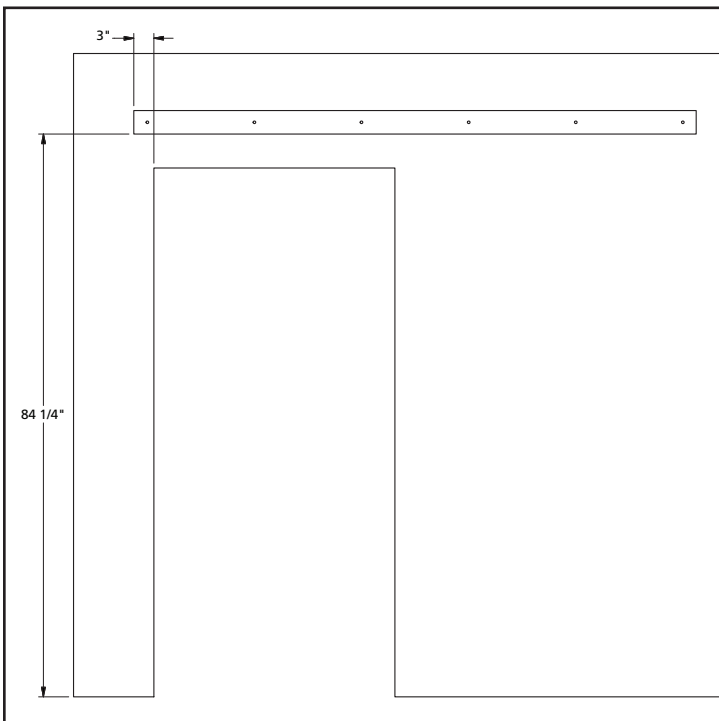

Figura 10. Colocación del panel de respaldo
2. Horizontalmente, el panel debe ser colocado para que tenga un mínimo de 3 pulgadas de superposición con el paso de apertura de la puerta del granero con la que funcionará, como se muestra en la figura 10